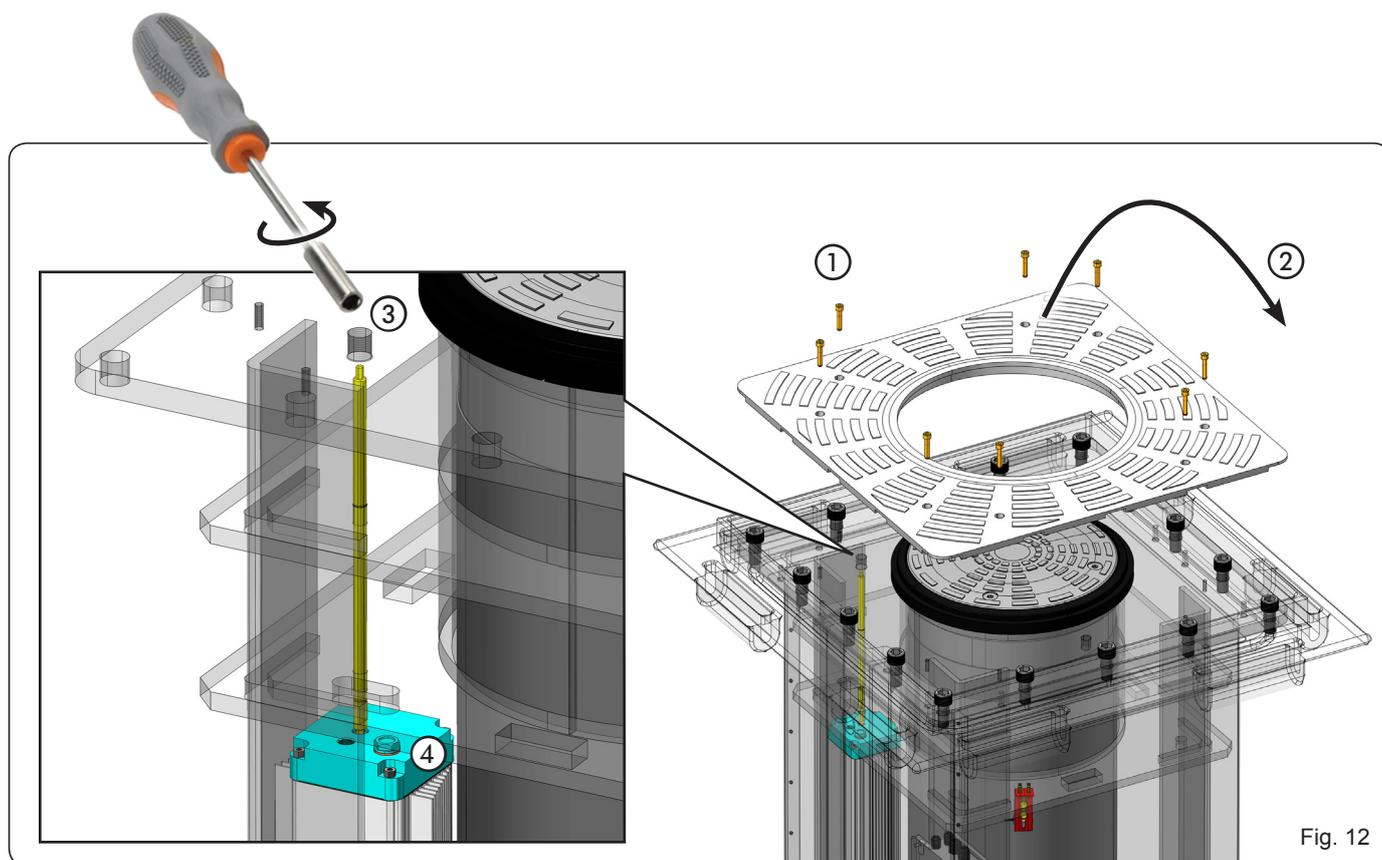
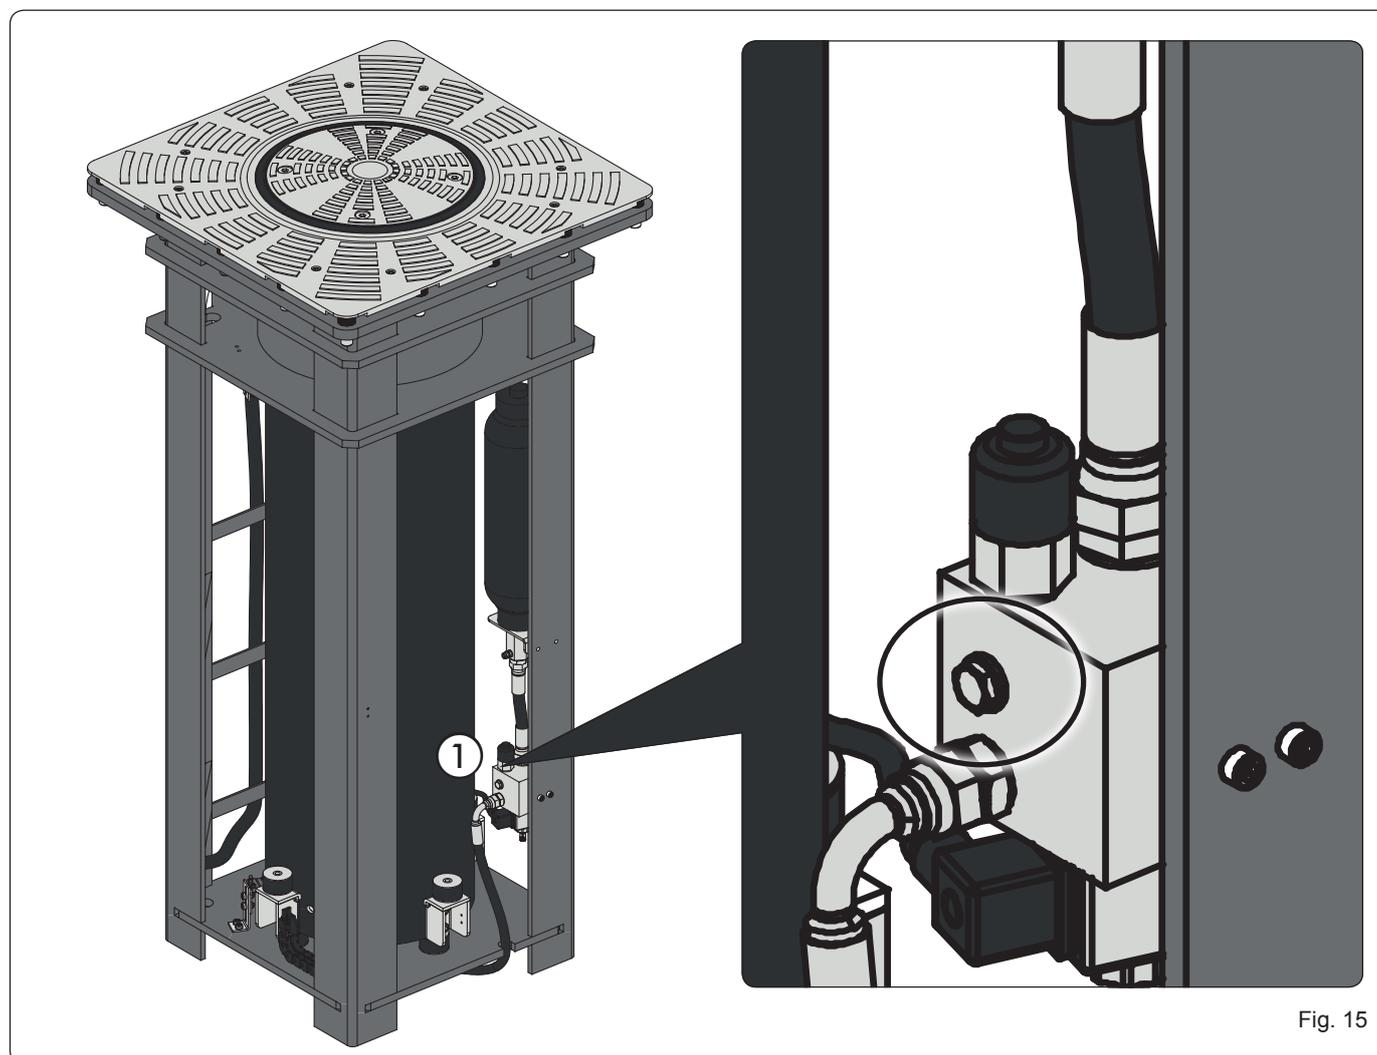

Fig. 12
Fig. 15
1. Dévisser et enlever les 8 vis TCEI M8x30 qui fixent la couronne supérieure (Fig. 12 réf. ①).
2. Démontez la couronne supérieure (Fig. 12 réf. ②)
3. Introduire dans le trou prévu à cet effet une clé à pipe de 5mm et la tourner en sens inverse horaire pour abaisser la borne (Fig. 12 réf. ③).
Pour décharger l'huile, activer le système EFO en ouvrant le contact entre les bornes 7 et 8 du bornier à l'intérieur de la boîte de dérivation, ensuite dévisser **lentement** la vis mise en évidence dans la figure 15, réf. ① et recueillir l'huile sortie dans un récipient. À la fin de l'entretien, remplir à nouveau la centrale hydraulique avec l'huile déchargée auparavant, en la remettant par le bouchon mis en évidence dans la Fig. 12, réf. ④.